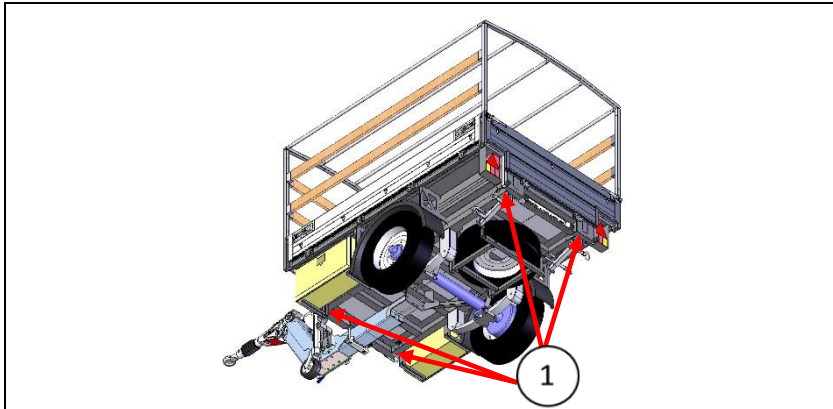

Abbildung 24: Standort der Bahntransportzurrösen
- Überprüfen dass die 4 Befestigungsösen (**Abbildung 24**, Pos. 1) frei und benutzbar sind.